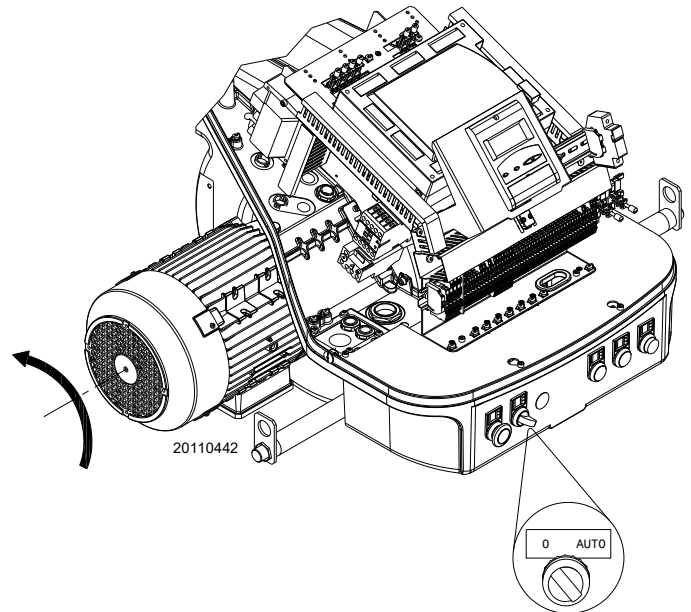

Abb. 28
Die Thermostate / Druckwächter schließen und den Schalter von Abb. 28 in die Position „AUTO“ stellen.
Sollten sie auf das Anliegen von Spannung hinweisen, muss der Brenner **sofort** gestoppt und die elektrischen Verbindungen müssen überprüft werden. Beim Anlaufen des Brenners die Drehrichtung des Motors überprüfen, siehe dazu Abb. 28.
- Den Schalter auf Abb. 28 auf „0“ stellen und warten, bis das Steuergerät die Abschaltphase ausführt;
- durch Abnahme der Verkleidung und Betätigung des Schalters „**0-AUTO**“ in (Abb. 28 auf Seite 31).